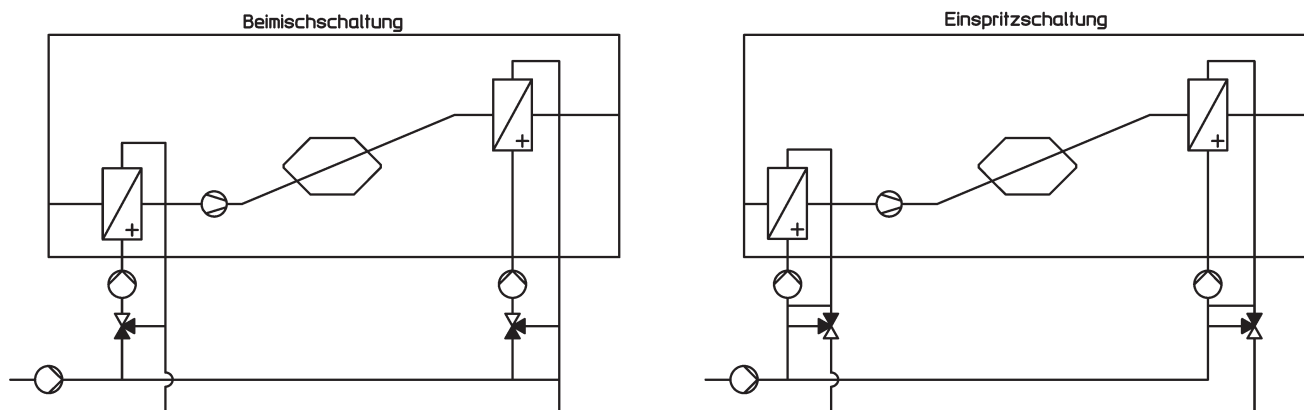

Abb. 11: PWW-Kreislaufsystem
Wird statt Unbalanz ein PWW-Frostschutzhitzer (optional) eingesetzt und /oder ein PWW-Nacherhitzer (optional) werden hydraulische Systeme mit Beimisch- oder Einspritzschaltungen empfohlen (siehe Abb. 11).
- Achten Sie auf die Strömungsrichtung des Mediums in Bezug auf die Luftrichtung, im Zusammenhang mit dem entsprechenden Wärmetauscher (siehe Abb. 11).